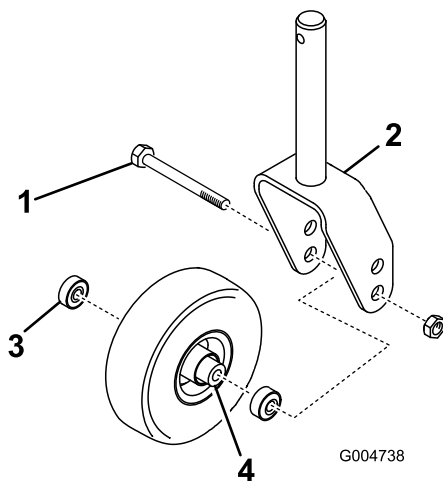

Figura 28
1. Togliete il dado di bloccaggio dal bullone che fissa la rotella orientabile alla forcella (Figura 28). Afferrate la ruota orientabile ed estraete la vite a testa cilindrica dalla forcella o dal braccio di rotazione.
- Togliete il cuscinetto dal mozzo della ruota e lasciate cadere il distanziale del cuscinetto (Figura 28). Togliete il cuscinetto dalla parte opposta del mozzo della ruota.